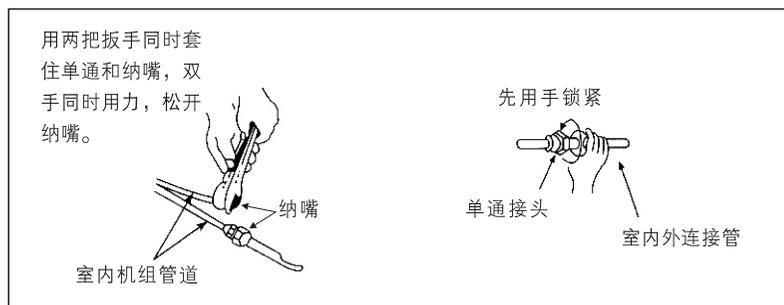

图 20
- (1) 将纳嘴和密封帽拆开，将铜管尽头的纳嘴松开，使内藏气体排出，如图20所示。当纳嘴拆开时，应将密封帽拆出，不然制冷剂将不能循环，压缩机就可能烧毁。
- (2) 连接时，应在单通螺母及管的喇叭口上涂上少许冷冻润滑油，以防螺母损坏，且按图20所示对准管道拧紧。